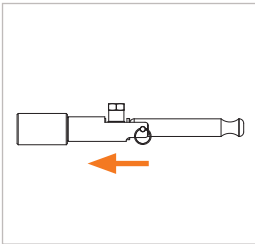

Abbildung 3
- ▶ Greifen Sie den Adapter am Grundgerät (Pos. 1) und stecken Sie ihn gerade und bis zum Anschlag in den Prüfling ein (*Abbildung 3*). Dadurch wird eine Beschädigung der Frontdichtung durch eventuell scharfe Kanten am Prüfling vorgebeugt und das richtige Anschließen gewährleistet.